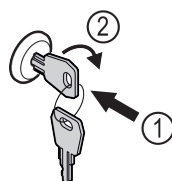

Fig. 141 Voorbeeld
- Sleutel erin duwen Fig. 141 (1).
- ▶ Sleutel 90° rechtsom draaien *Fig. 141 (2)*.